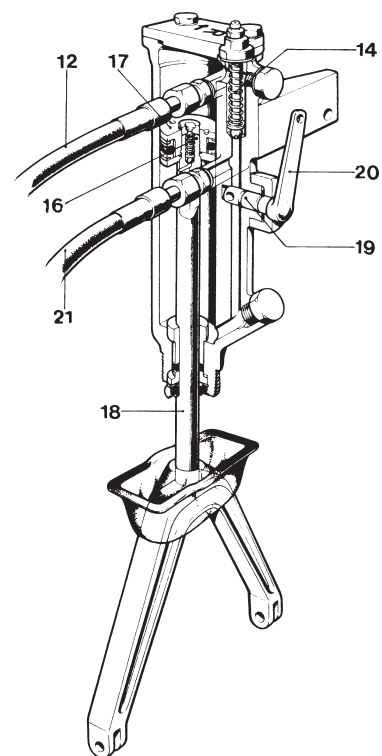

Fig. 6. Lyftcylindern
I lyftcylindern fig. 6 ingår: lyftgaffel (18) i vars övre ände hydraulkolven (17) är fastsatt, manöverventil (19) med manöverhävarm (20), påkörningsventil (14) och säkerhetsventil (16).